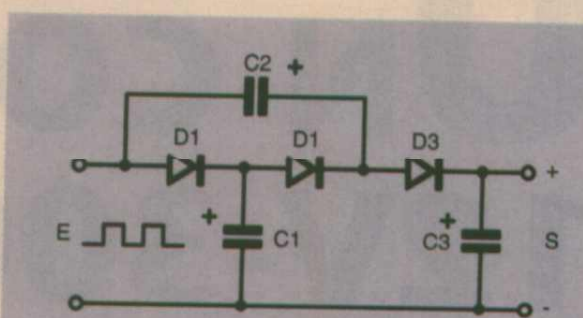
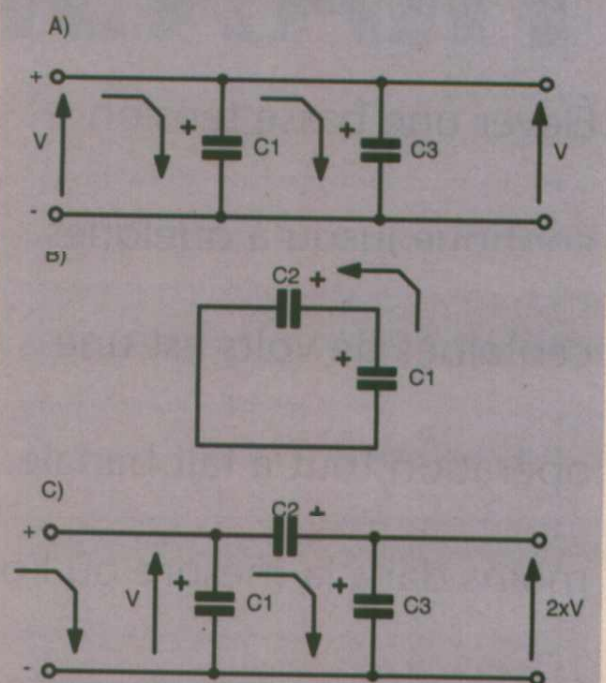
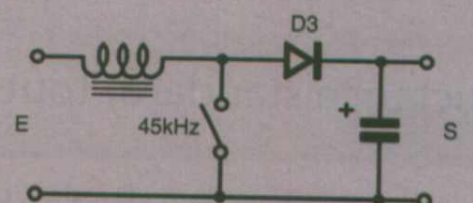

Figure 4 : le doubleur de tension exploité.
Figure 5 : principe de fonctionnement du doubleur.
Figure 6 : l'étage attaquant le doubleur.
Pour monter encore plus haut avec un courant de sortie suffisant, nous avons songé à mettre en oeuvre un doubleur de tension à diodes et condensateurs, selon le schéma de la figure 4. Pour bien comprendre le principe exploité, il est commode de raisonner sur les trois situations possibles, détaillées à la figure 5.
Il faut considérer que le doubleur de la figure 4 est monté à la sortie de l'élevateur à découpage de la figure 6, dont le fonctionnement est le suivant : Lorsque l'interrupteur (en fait le transistor MOS) est fermé, la tension d'entrée fait circuler un courant dans l'inductance, dont le noyau accumule progressivement une certaine énergie magnétique.
A la mise sous tension du montage, tous les condensateurs sont déchargés : nous sommes donc dans le cas (A) de la figure 5, où les trois diodes sont passantes et permettent à C1 et C3 de se charger simultanément en haute tension.